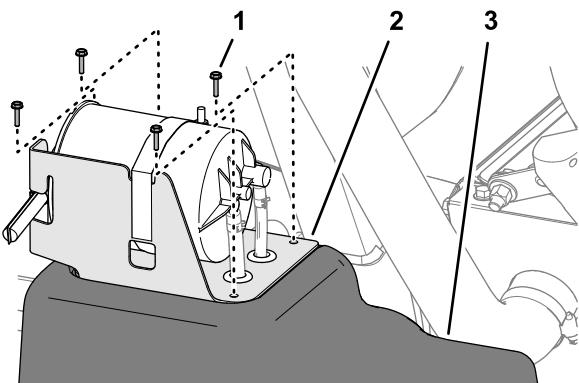

图 83
2. 在油箱处卸下将碳罐支架固定至油箱顶部的 4 个螺丝 (# $10 \times \frac{3}{4}$ 英寸 图 83)。